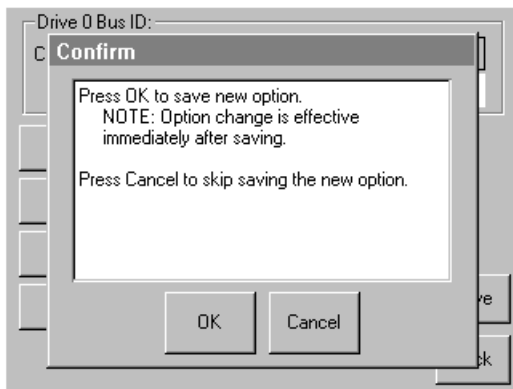

Figura 3-3: Schermata di conferma dell'ID SCSI
- c. Per confermare la richiesta sfiorare l'opzione Save (Salva). Sul display viene visualizzata una schermata di conferma (vedere la Figura 3-3).